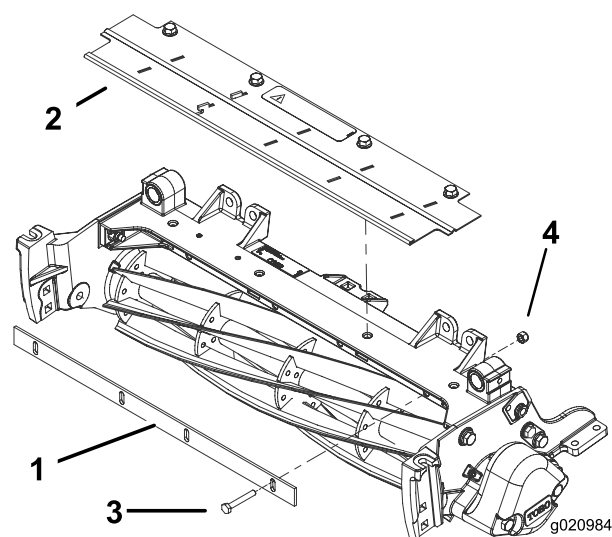

Bild 7
- Ziehen Sie die Schrauben und Sicherungsmuttern an (Bild 7).
- Befestigen Sie die Schnittleiste mit vier Schrauben (1/4" x 1-3/4") und vier Sicherungsmuttern (1/4") lose am Mähwerkrahmen (Bild 7).